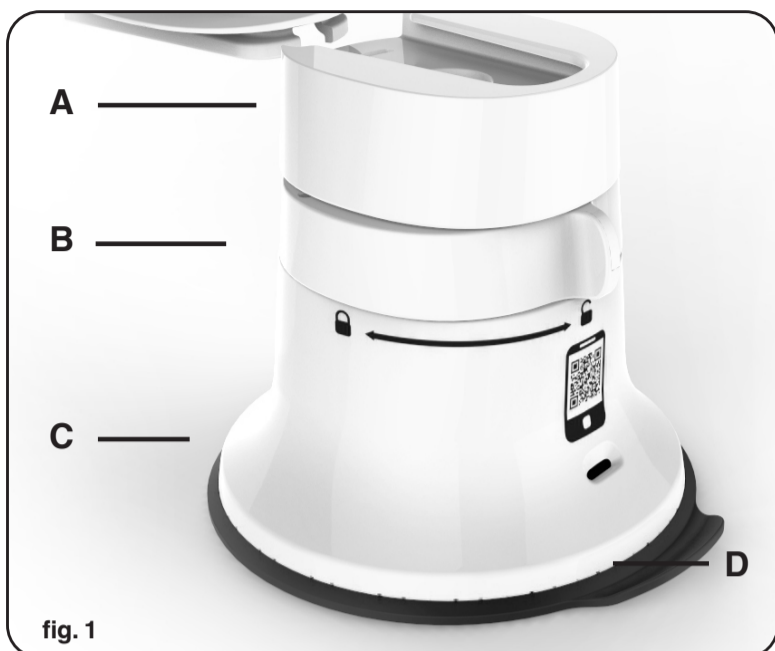

fig. 1
1. Zorg ervoor dat de vergrendelingsring van de zuigvoet 'open' staat  (fig. 1).
2. Plaats de zuigvoet (C) op een schoon en vlak aanrecht. Schuif het bovenste stuk in de groef (A) van de zuigvoet (fig. 1).
### Monteren om te hakken (p. 8 - fig. 1 & 2):